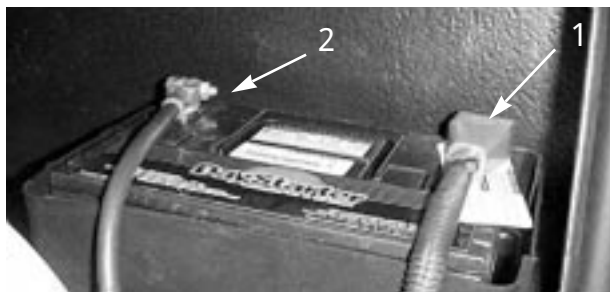

図 56
5. 赤い（+）ケーブルをバッテリーの（+）端子に、黒いケーブル（-）はバッテリーの（-）端子に固定する（図 56）。レンチで確実に固定する。各端子に十分にはまり込んでいること、ケーブルに無理がないことを確認し、ショート防止のために（+）端子にゴムキャップをかぶせる。